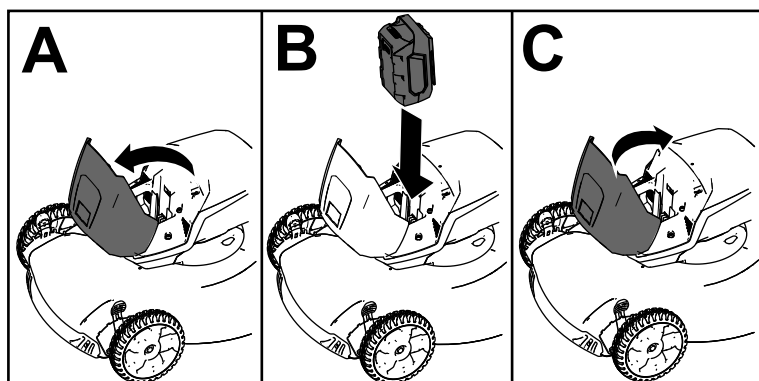

Figure 11
2. Soulevez le couvercle du compartiment de la batterie (A de la Figure 11).
3. Placez le creux dans la batterie en face de la languette sur la machine, et glissez la batterie dans le compartiment jusqu'à ce qu'elle s'enclenche en position (B de la Figure 11).
4. Refermez le couvercle du compartiment de la batterie (C de la Figure 11).